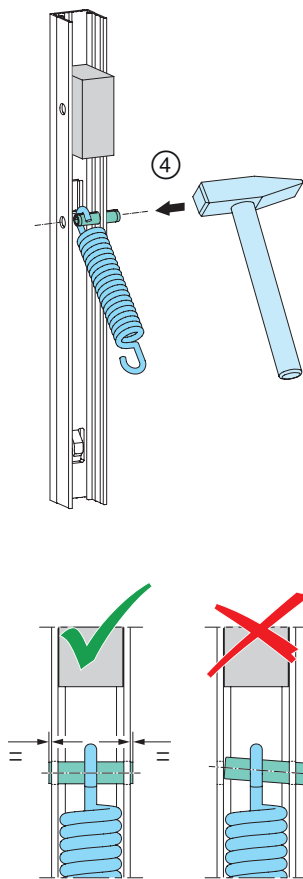
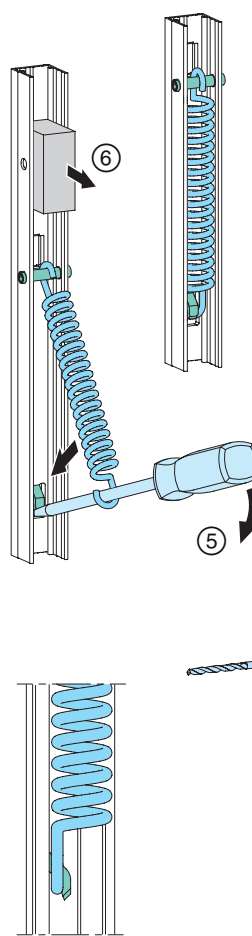

Abb. 17
Abb. 18
- ④ Schraubenzugfeder mit Spannstift an Getriebestulp befestigen; **Abb. 17.** und
- ⑤ mittels Schlitz-Schraubendreher über die Kopplungsnase der Riegelstange ziehen.
- ⑥ Distanzklotz entnehmen; **Abb. 18.**